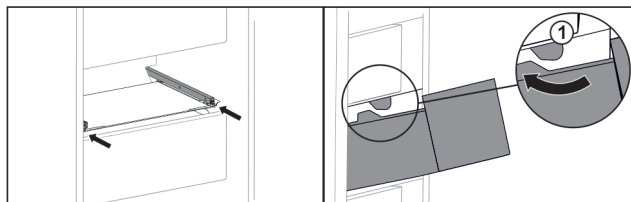

Fig. 31
- ▶ Обведите выдвижной ящик вокруг стопора Fig. 31 (1)*